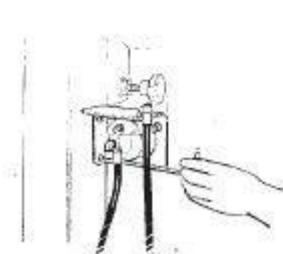

fig.41
- К колоне двумя болтами M6 закрепите держатель манометра (рис.41).